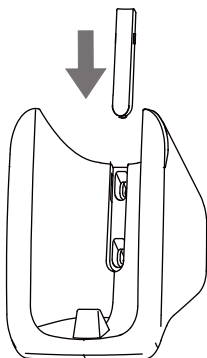

Abb. 2.4
2) Stecken Sie die Schraubenkappe in die Halterungskappe, die sich oben auf den Schrauben befindet (siehe Abb. 2.4);